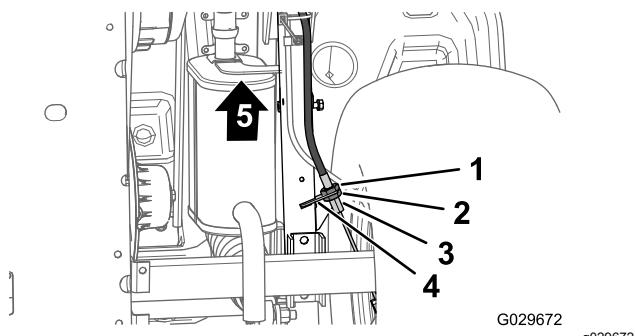

Figura 64
3. Sulla parte inferiore della macchina, allentate di 4 giri il controdado posteriore per il regolatore filettato del cavo del freno di stazionamento (Figura 64).
4. Serrate il controdado anteriore (Figura 64).
A. Allentate di 1 giro il controdado anteriore (Figura 64) per il regolatore filettato del cavo del freno di stazionamento.
B. Serrate il controdado posteriore (Figura 64).
A. Allentate di 1 giro il controdado posteriore (Figura 64) per il regolatore filettato del cavo del freno di stazionamento.
B. Serrate il controdado anteriore (Figura 64).